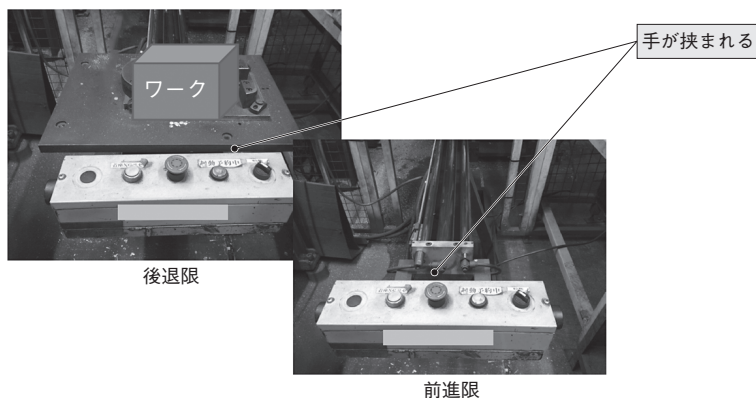

図1 改善前の装置
- ①ライドテーブルを用いたプレス加工設備。
- ②作業者がテーブルにワークを載せて両手操作式起動装置を押すと、テーブルが前方に移動し、前進限でプレス加工が行われる。両手操作式起動装置を採用するということが、一度の起動でワークの前進・加工・後退を自動で行うということから、ホールド・トゥ・ランにはしなかった。プレス加工が終了後、自動的にワークを載せたテーブルが後退限に戻る(図1)。作業者は加工が終了したワークを取り出し、未加工のワークをテーブルに載せる(この作業の繰返し)。